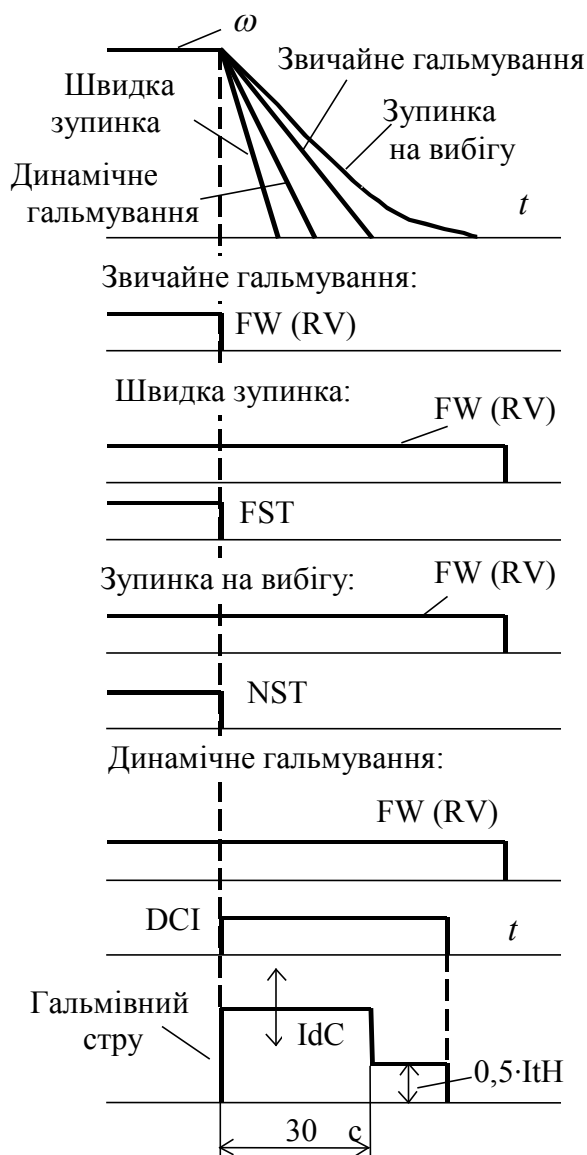

Рис. 19. Керування зупинкою
Для зупинки в рекуперативному режимі з уповільненням, заданим функцією dEC (при необхідності і dE2), слід зняти команду FW (RV). Після цього починається гальмування (рис. 19). Усі розглянуті нижче способи мають пріоритет перед звичайною зупинкою.